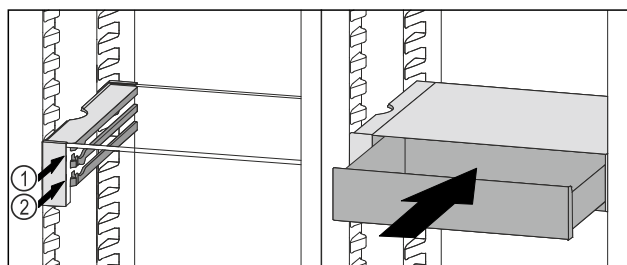

Fig. 103
- ▶ Nasad'te zásuvku VarioSafe za zářezky na požadovaném žebro Fig. 103 (1) nebo Fig. 103 (2).